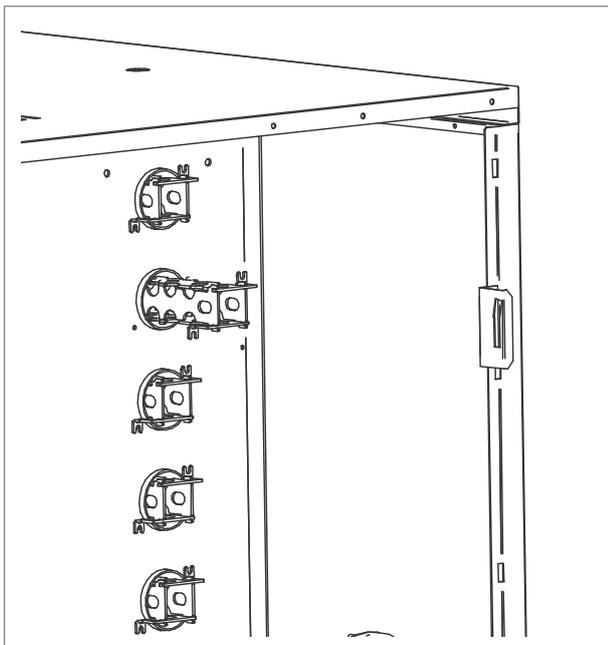

Figure 24 - Injecteurs dans le tube du brûleur.
- Nettoyer les injecteurs ou les remplacer s'ils sont déformés (figure 24).